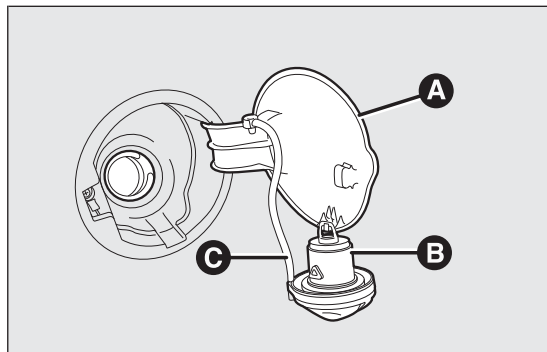

fig. 95
1) Abrir el tapa A fig. 95 tirando hacia fuera, mantener sujeto el tapón B fig. 95, introducir la llave de contacto en la cerradura y girarla hacia la izquierda.
El tapón posee un dispositivo para evitar su pérdida C fig. 95 que lo asegura a la tapa impidiendo que se pierda. Al repostar, enganchar el tapón a la tapa, como muestra la figura.